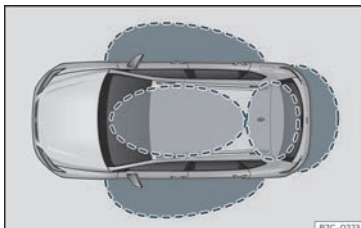
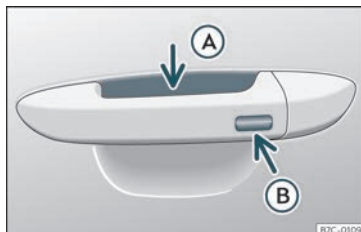

Fig. 76 Keyless Access: zonas de proximidade.
Fig. 77 Manípulo da porta: superfícies sensoras
O Keyless Access é um sistema de fecho e arranque sem chave com o qual se pode destrancar e trancar o veículo sem utilizar ativamente a chave do mesmo. Para isso, só é necessário que exista uma chave do veículo válida na zona de deteção correspondente à tentativa de acesso ao veículo»» **Fig. 76** e tocar numa das superfícies sensoras dos manípulos das portas»» **Fig. 77** ou acionar o *softtouch*/pega da porta da bagageira»» Página 109 »» ❶.
Se detetar uma chave válida numa das zonas próximas»» **Fig. 76**, o sistema de fecho e arranque sem chave Keyless Access atribui à referida chave direitos de acesso quando se toca numa das superfícies sensoras dos manípulos das portas ou se aciona o *soft-touch*/pega situado na porta da bagageira.
• Empurre o manípulo de uma das portas dianteiras. Ao fazê-lo, toca-se na superfície sensora»» Fig. 77 (A) (seta) do manípulo e destranca-se o veículo.
• Toque *uma* vez na superfície sensora de bloqueio»» Fig. 77 (B) (seta) do manípulo de uma das portas dianteiras. A porta cujo manípulo se aciona deverá estar fechada.
• Toque *uma* vez na superfície sensora»» Fig. 77 (B) (seta) do manípulo de uma das portas dianteiras. O veículo é trancado com o sistema de segurança «Safe»»» Página
• Toque *duas* vezes na superfície sensora»» Fig. 77 (B) (seta) do manípulo de uma das portas dianteiras para trancar o veículo sem ativar o sistema de segurança «Safe»»» Página 104.
Quando o veículo está trancado, a porta da bagageira destranca-se ao abri-lo se numa zona próxima»» Fig. 76 se encontrar uma chave do veículo válida.
- Pressione o botão de fecho  do comando à distância e toque uma vez, dentro dos 5 segundos seguintes, na superfície sensora de bloqueio do manípulo da porta do condutor >>> **Fig. 77** . Não agarre o manípulo da porta, caso contrário o veículo não trancará. Também é possível levar a cabo a desativação se se bloquear o veículo através do fecho da porta do condutor.
Para **fechar com a função de conforto** todas as janelas elétricas e o teto de vidro, mantenha um dedo durante uns segundos sobre a superfície sensora de bloqueio >>> **Fig. 77**  (seta) do manípulo da porta até que as janelas e o teto se tenham fechado.
As superfícies sensoras dos manípulos das portas poderiam ativar-se ao receber um jato de água ou de vapor a grande pressão, caso existisse alguma chave do veículo válida na zona próxima. Se, pelo menos, uma das janelas com acionamento elétrico estiver aberta e se se ativar a superfície sensora >>> **Fig. 77**  (seta) de um dos manípulos de forma permanente, fechar-se-ão todas as janelas.
- **OU:** toque *duas* vezes na superfície sensora situada na parte exterior do manípulo da porta »» **Fig. 77** .